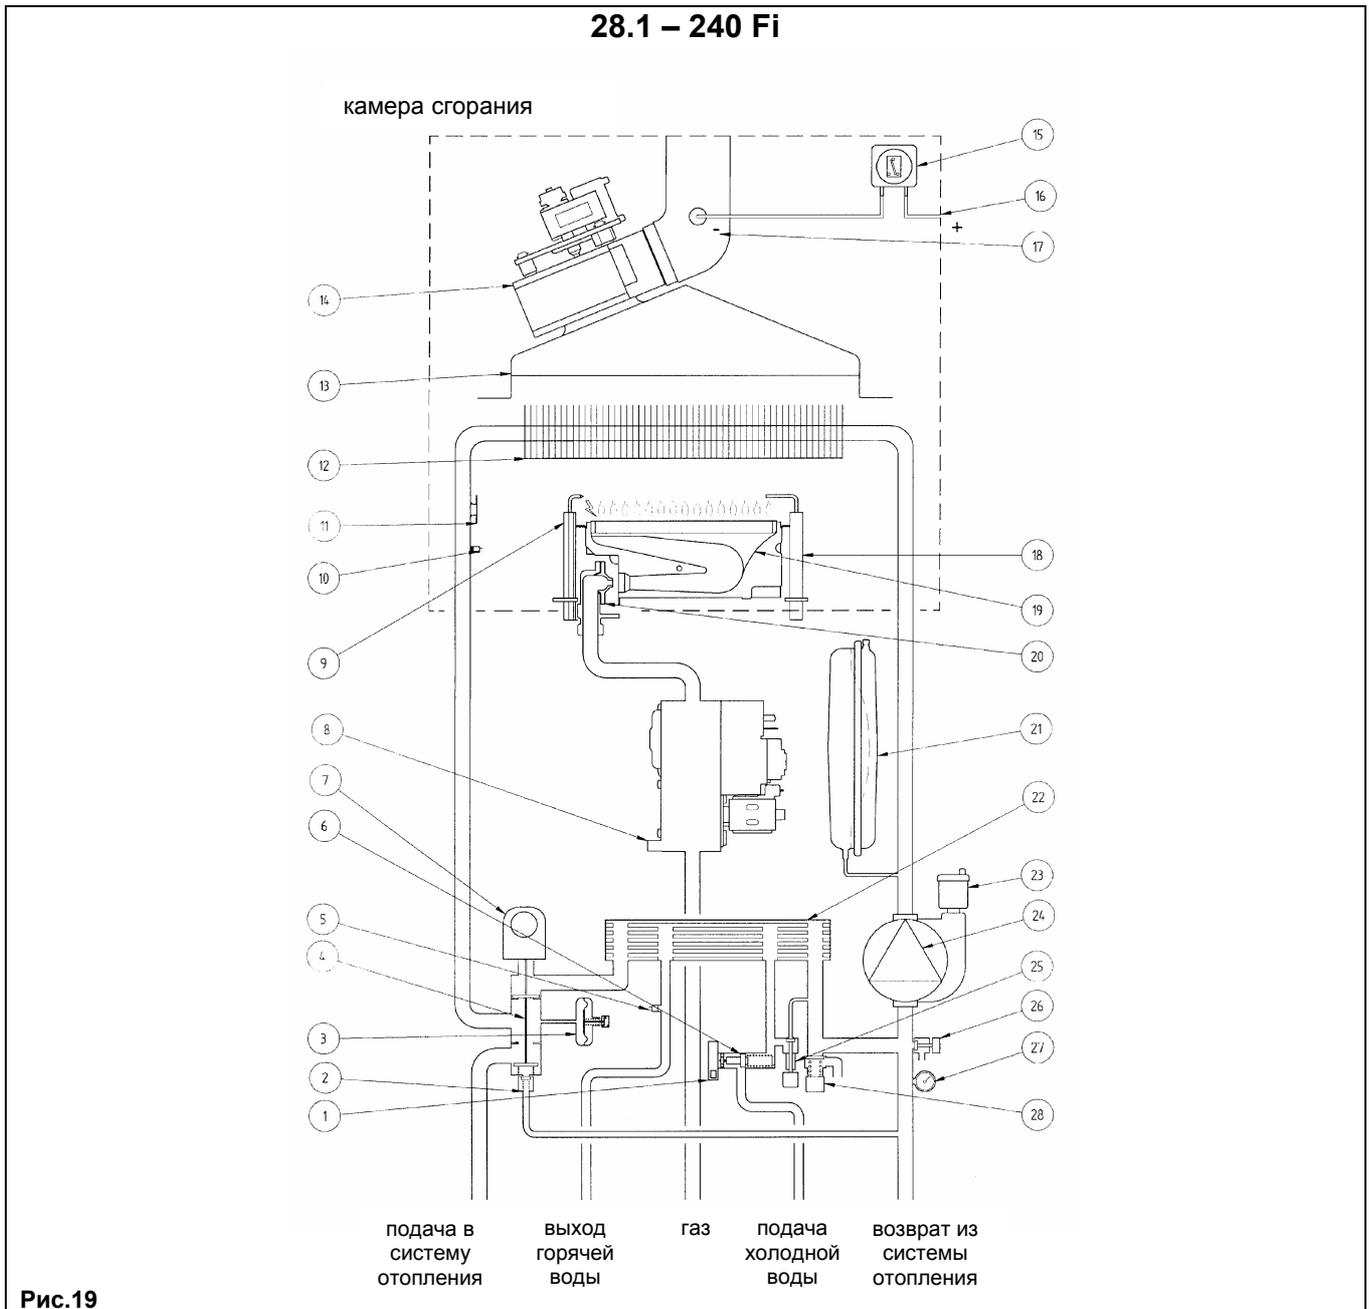

Рис.19
- **Водяной сбросной клапан системы отопления** (позиция 28 Рис.19 и позиция 25 Рис.20) - настроен на давление 3 бар и установлен в системе отопления.